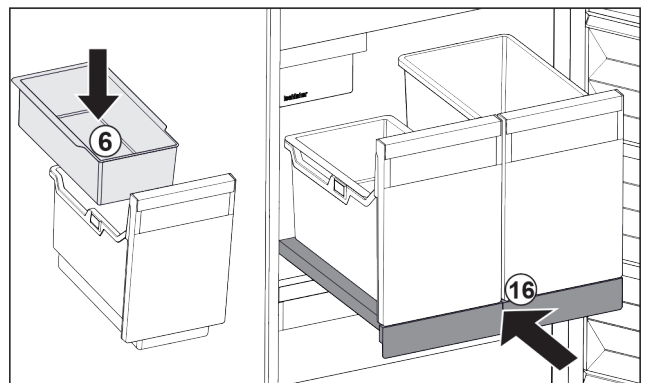

Fig. 35
- ▶ Vstavite obešalno skodelico Fig. 35 (6) za ledene kocke.
- ▶ Vstavite izvlečno polico s posodo (IceTower). Fig. 35 (16)